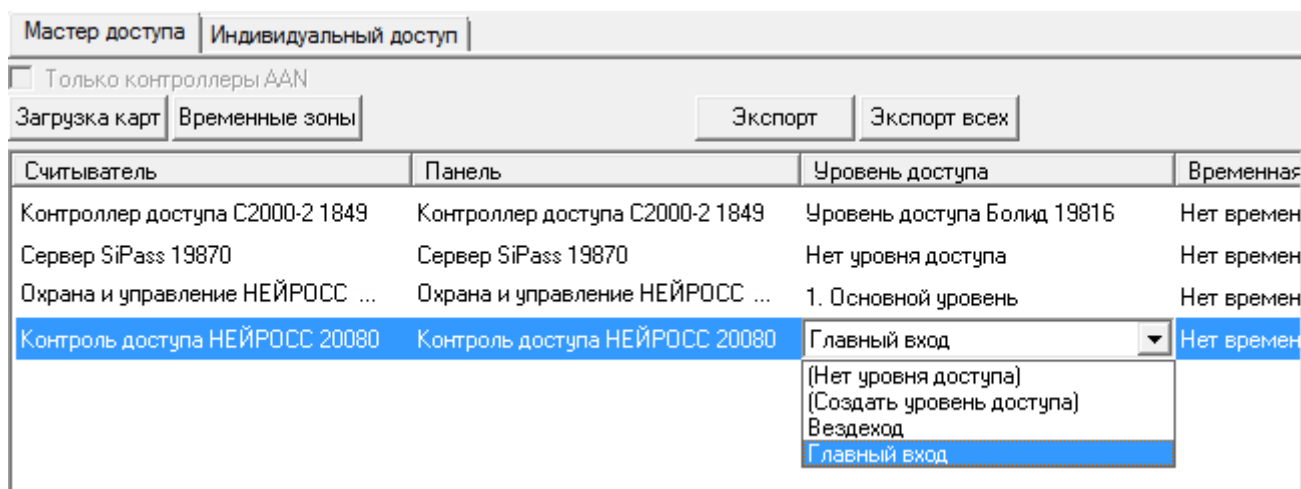

Рисунок 9.117 — Выбор уровня доступа для режима доступа
5. На вкладке **Мастер доступа** (рисунок 9.117) добавленного режима доступа, в строке **Контроль доступа НЕЙРОСС** в поле **Уровень доступа** выберите из раскрывающегося списка созданный ранее уровень доступа, в строке **Охранная сигнализация НЕЙРОСС** в поле **Уровень доступа** выберите из раскрывающегося списка созданный ранее уровень управления. Нажмите на кнопку  **Сохранить** панели инструментов.